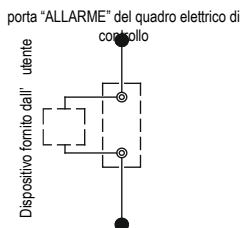

Fig. 8-23: Collegamento della porta dell'ALLARME
- Per lo scambiatore di calore, è necessario installare tubi di bypass e valvole di bypass come mostrato in Fig. 8-23 per facilitare la pulizia del sistema di passaggio dell'acqua esterno prima della messa in funzione dell'unità. Durante la manutenzione, il passaggio dell'acqua attraverso lo scambiatore di calore può essere interrotto senza intaccare le funzioni gli altri scambiatori di calore.